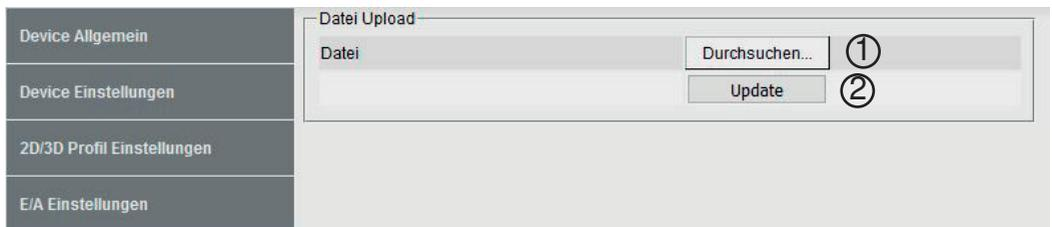
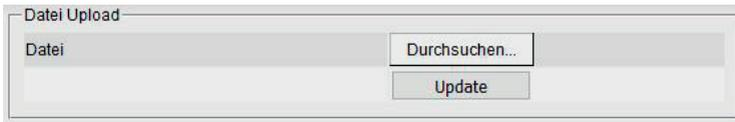

Abb. 68: Startfenster Update
Abb. 70: Update Prozess beendet
Wenn die tatsächliche IP-Adresse von der voreingestellten abweicht und Sie die aktuelle Adresse nicht kennen, können Sie diese nach Auswahl des Menüpunktes „Schnittstelle“ am OLED-Display ablesen. Klicken Sie auf „Choose a file“ (1) und wählen Sie die Datei „Firmware_weCat3D_xxx.run“ aus. Die Datei kann unter www.wenglor.com im Downloadbereich des Produkts heruntergeladen werden. Bestätigen Sie anschließend mit „Update“ (2) und warten Sie, bis die Aktualisierung abgeschlossen ist (siehe Abb. 68 ... Abb. 70).